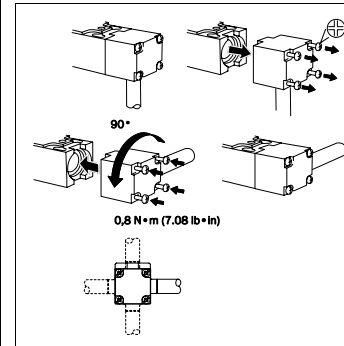

Fig. 3 : Changement de la direction d'approche
- Reposer les vis en serrant au couple 0,8 Nm (Fig. 3).